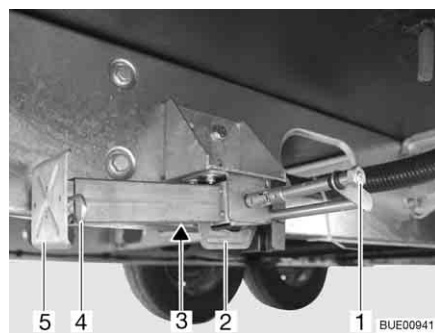

Fig. 35 Vérin stabilisateur
- Placer la clé à pipe sur l'écrou à six pans (Fig. 35,1) et tourner jusqu'à ce que le vérin stabilisateur soit en position verticale vers le bas.
- Lorsque la longueur des vérins stabilisateurs est réglable, faire sortir la goupille (Fig. 35,4) de la rallonge du pied d'appui (Fig. 35,5).
- Placer la clé à pipe sur l'écrou à six pans (Fig. 35,1) et tourner jusqu'à ce que le vérin stabilisateur se dégage du sol.
- Rentrer complètement la rallonge du pied d'appui (Fig. 35,5) et insérer la goupille (Fig. 35,4) dans le trou prévu à cet effet.
- Tourner l'écrou à six pans (Fig. 35,1) jusqu'à ce que les vérins stabilisateurs soient pivotés vers le haut et que la glissière (Fig. 35,2) soit arrivée complètement à l'extrémité de la fente (Fig. 35,3).